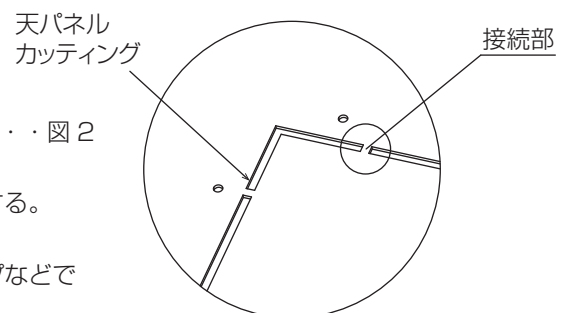

図 2
1. 天パネル上部のカットングの接続部 (16 か所) を切断する。・・・図 2